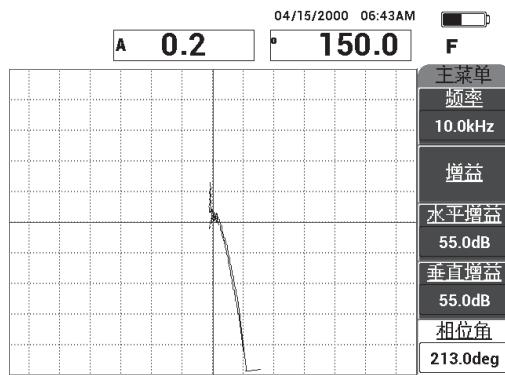

图 6-33 调整信号角度使信号朝上
7. 按主菜单键 ()，然后按相位角 (E 键)，并调整信号的角度，使脱粘信号朝上呈 90° (参见第 136 页的图 6-33)。